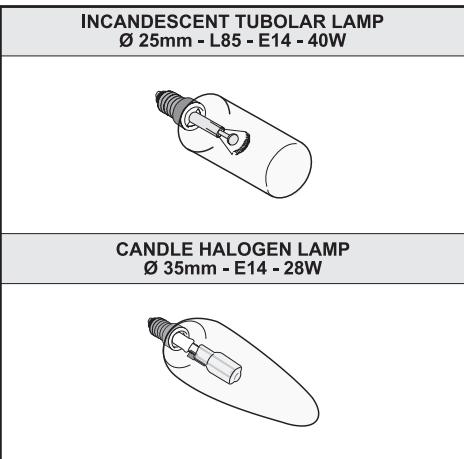

Fig.7
• Sostituzione delle lampade a incandescenza/alogene (Fig.7):